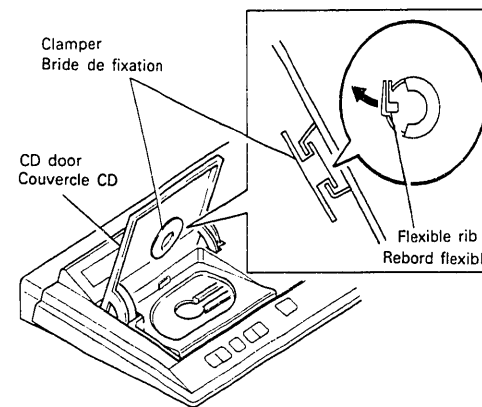

Fig. 3
4. **Clamper (Fig. 3)**
**4. Bride de fixation (Fig. 3)**